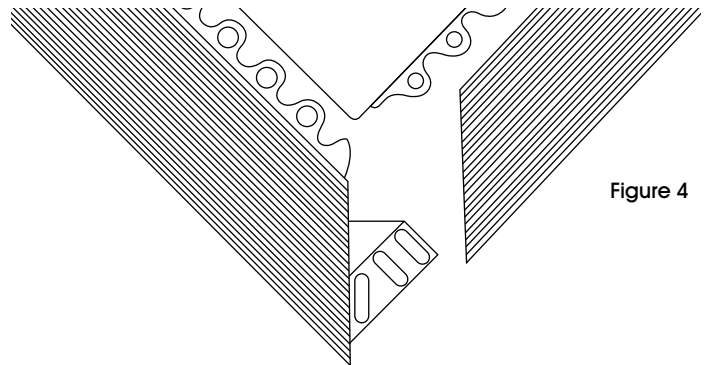

Figure 4
3. Attach ramp at the end of a row of mat tiles by snapping the pins in to the sockets. (See Figure 4)
3. Fixez la bordure de finition à l'extrémité d'une rangée de carreaux de tapis en emboîtant les tiges dans les emboîtures. (Voir Figure 4)